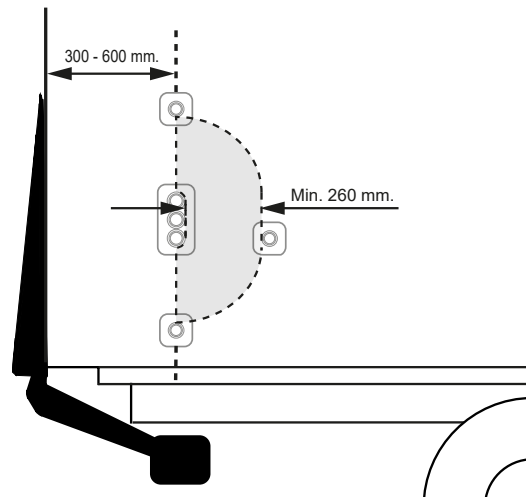

Abbildung 46. Montage von Bedienvorrichtung CD 1 für den Zweihandbetrieb
2. Der Abstand zwischen der Rückseite des Fahrzeugs und der Mitte der Bedienvorrichtungen muss 300-600 mm betragen. Der Abstand zwischen den Bedienvorrichtungen muss mindestens 260 mm betragen. Siehe Abbildung 46.